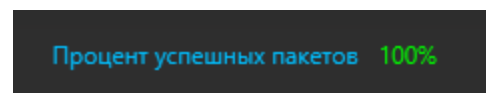

Рис. 29
6. При успешном подключении к устройству в низу главного окна индикатор **Процент успешных пакетов** загорится синим цветом и рядом будет отображать зеленым цветом процент успешных пакетов (Рис. 29).